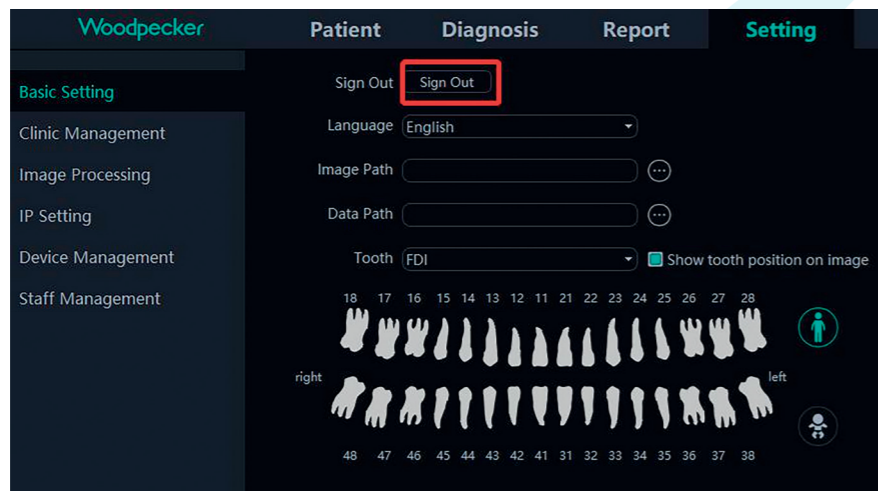

Figure 48
4.6.2 Pendant l'utilisation du logiciel, lorsque le serveur est indisponible pour une raison quelconque, le logiciel indique une déconnexion du serveur, comme indiqué sur la Figure 48. À ce moment-là, l'utilisateur peut vérifier si le réseau fonctionne ou redémarrer le serveur.